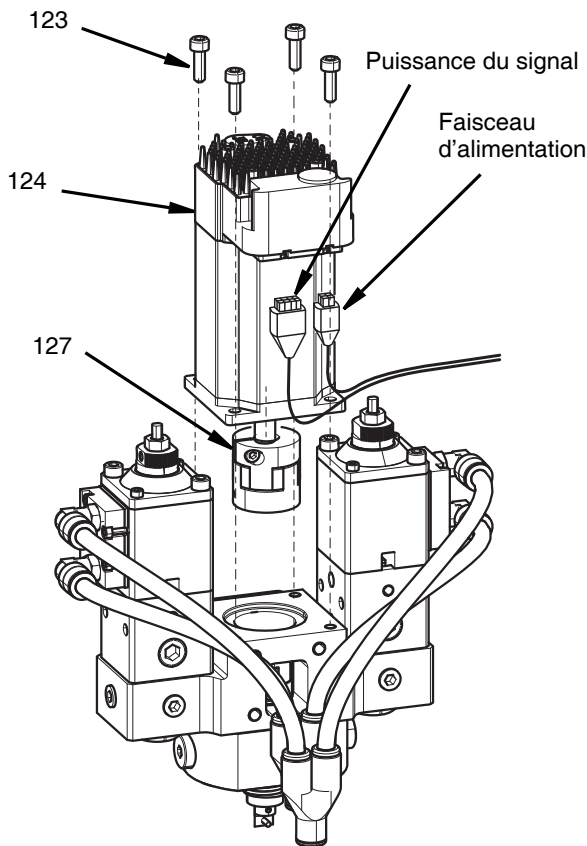

FIG. 35
5. Retirer les quatre vis M5 x 16 (123) avec une clé Allen de 4 mm.
6. Retirer le moteur(124). Voir FIG. 35.